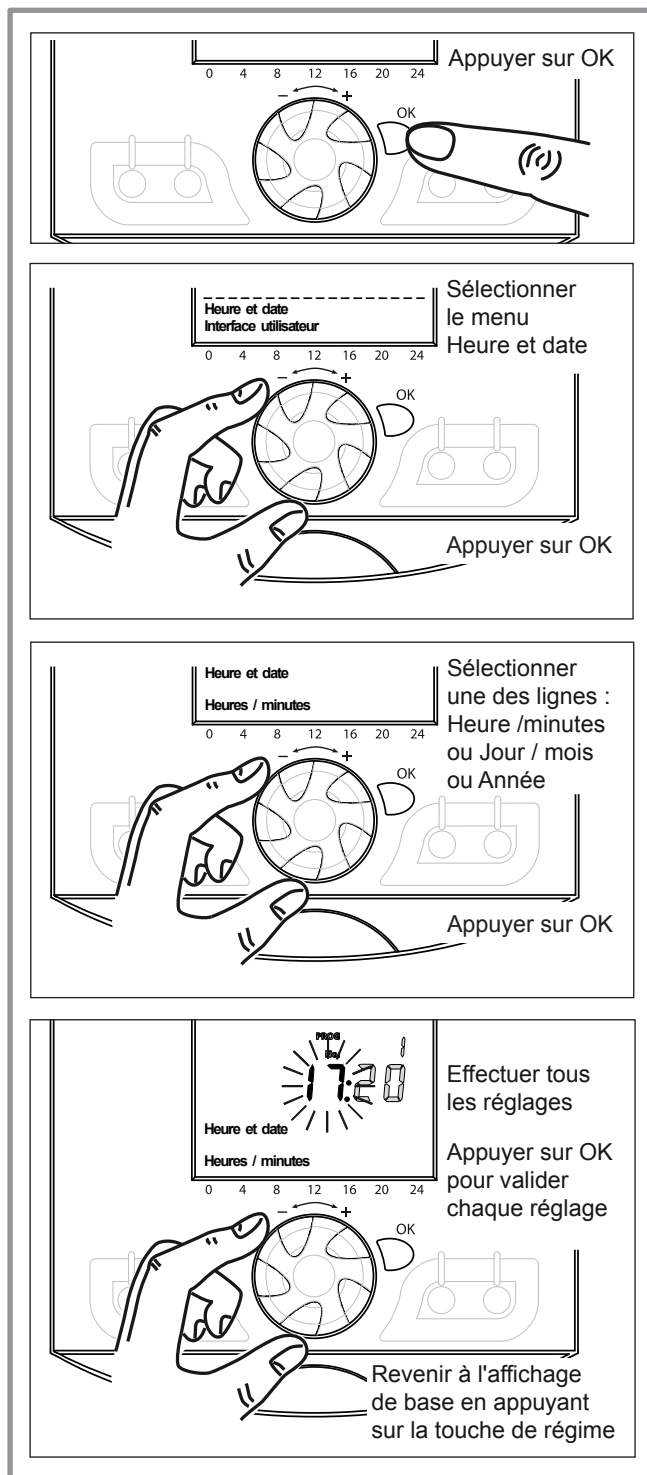

fig. 50 - Réglage de l'heure et de la date
- Régler l'heure et la date en cours (fig. 50).